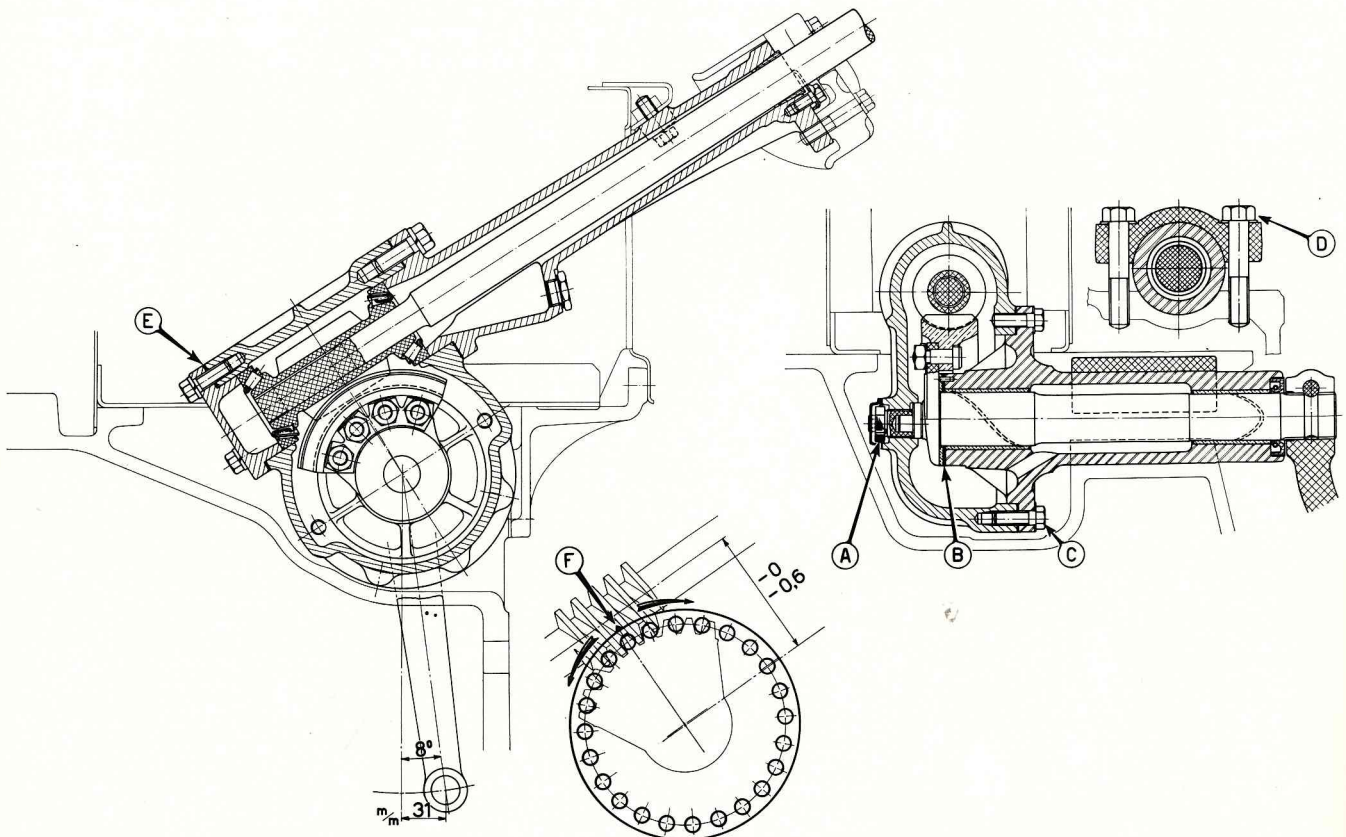

Fig. 203 - Sezione longitudinale e trasversale sulla scatola sterzo.
Montare sulla scatola sterzo, la vite di registro (A, fig. 203), il tassello reggispinta per albero e il mozzo completo con relativa guarnizione; completare il montaggio del volante sull'albero di sterzo e del gruppo sul trattore, procedendo in modo inverso a quanto descritto per il distacco e tenendo presente le coppie di serraggio riportate in tabella a pag. 118.
Per la centratura della vite senza fine sul settore elicoidale è necessario agire sugli spessori (B, fig. 203), e sulla vite di registro albero (A). Questa ultima vite ha anche la funzione di registrare il giuoco assiale dell'albero con settore elicoidale.
Il giuoco tra settore elicoidale e vite senza fine viene registrato facendo ruotare il mozzo per albero sterzo in modo che la sporgenza (F, fig. 203), posta sulla flangia forata risulti, quando l'usura è massima, opposta alla posizione della vite senza fine.
Per l'impostazione della leva comando sterzo sull'albero, attenersi allo schema di fig. 203.